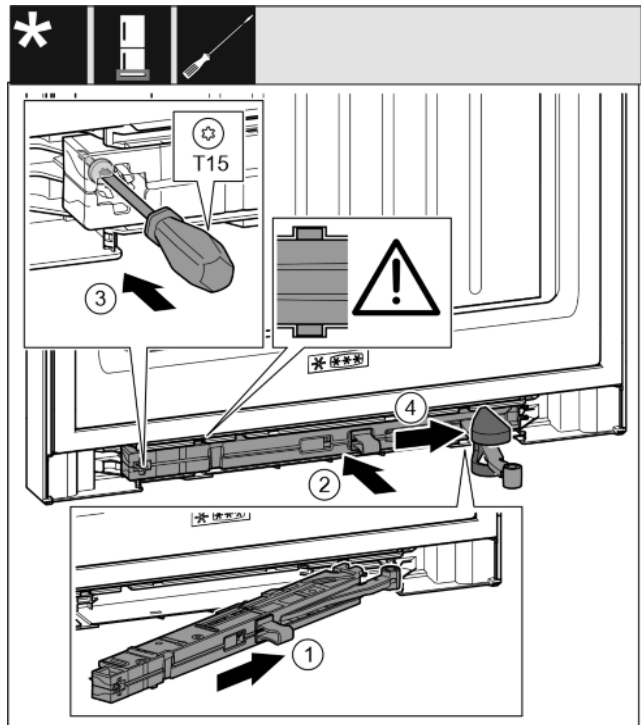

Fig. 36
- ▶ Вставьте узел амортизатора в выемку со стороны опорного кронштейна под наклоном до упора. Fig. 36 (1)
- ▶ Полностью вставьте узел амортизатора в выемку. Fig. 36 (2)
- ▶ Затяните винт отверткой T15. Fig. 36 (3)
- ▶ Переместите крышку над шарниром. Fig. 36 (4)